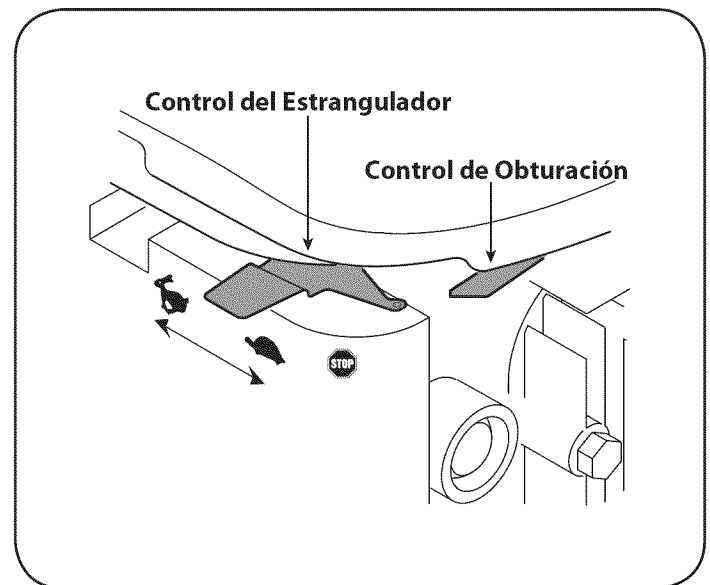

Figura 14
1. Mueva la palanca de control del estrangulador a la posición rápido (encendido / funcionamiento, representado por una liebre) . Vea la Figura 14.
2. Mueva el control del obturador  hacia el control del regulador para obturar el carburador del motor. (Si el motor está tibio la obturación puede no ser necesaria). Vea la Figura 14.